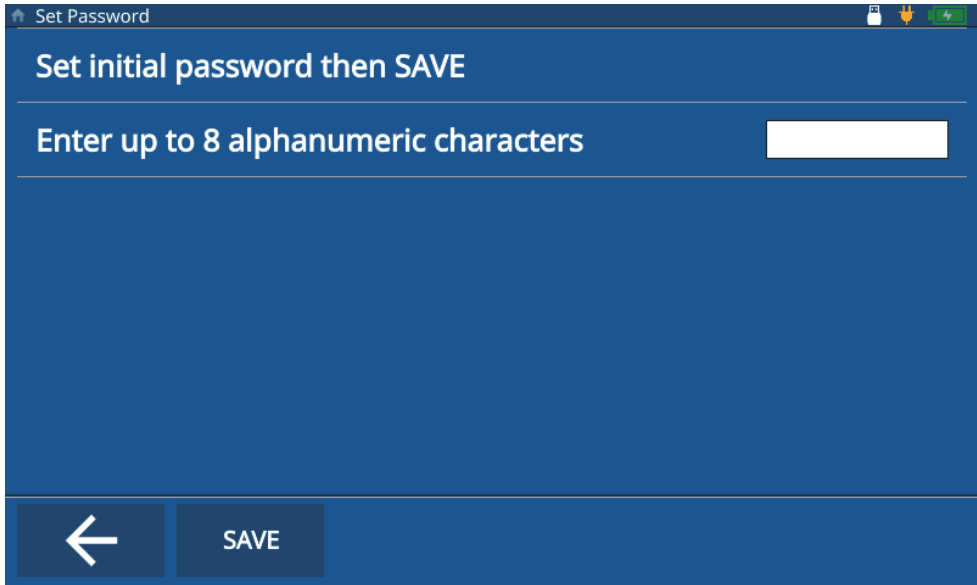

图 8-2 设置密码屏幕
5. （可选步骤）点击**SET PWD**（设置密码），输入密码，然后点击**SAVE**（保存）（参见第75页的图 8-2）。